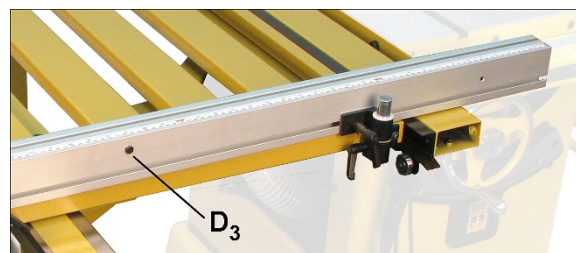
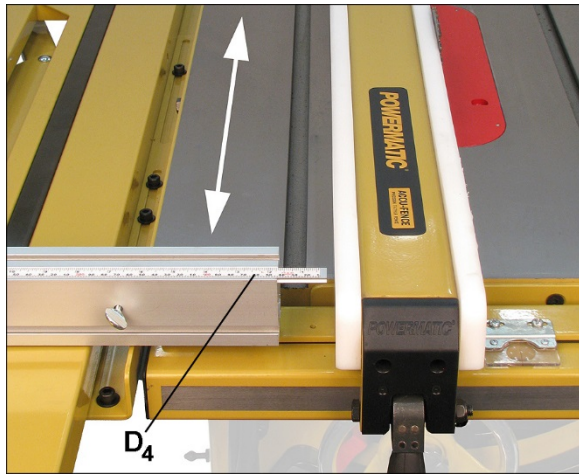

Рисунок 8-2
Рисунок 8-3
3. Установите упор подвижного стола в переднее положение, ослабьте винт (D₃, Рисунок 8-2) и сдвиньте шкалу упора (D₄, Рисунок 8-3) так, чтобы она почти касалась параллельного упора пилы / бруска с прямыми гранями.